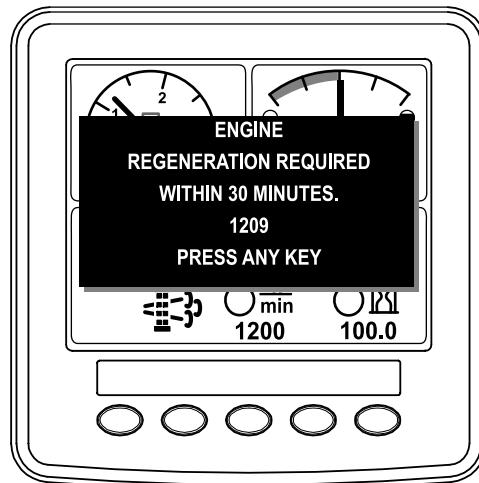

Figura 46
- Se ignorerete la richiesta di rigenerazione da fermi visualizzata sull'InfoCenter e continuerete ad utilizzare la macchina (Figura 46), una quantità critica di particolato si accumulerà nel DPF.